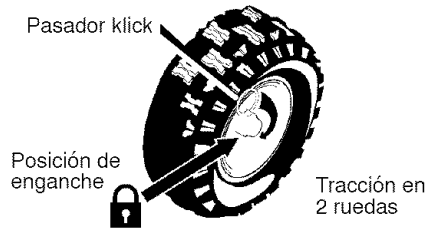

Figura 56
1. La rueda del derecho va asegurada al eje por medio de un pasador de enganche (**pasador klick**). Esta unidad fue despachada con el pasador en la **posición de enganche** (a través del agujero de la rueda). Figura 56.